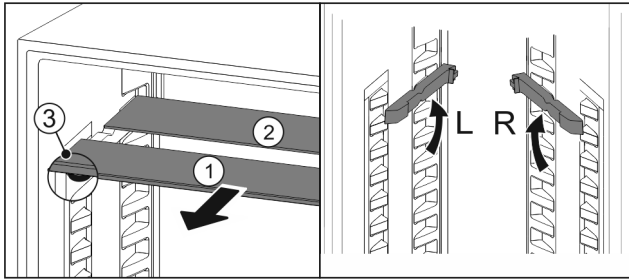

Fig. 100
- ▶ Glasplaten afzonderlijk vanaf de voorkant eruit trekken Fig. 100 (1).
- ▷ Glasplaat Fig. 100 (1) met sierlijst ligt voor.
- ▷ Stops Fig. 100 (3) zijn naar onder gericht.